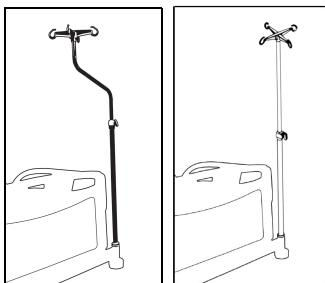

図 22 – 点滴ポールを取り付ける
- 点滴ポールを4つの付属スリープのいずれかに挿し込みます（図22）。